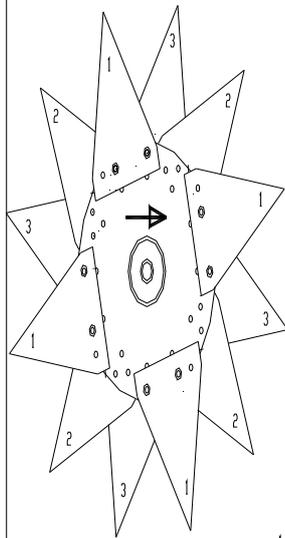

Fig. 4.
7. As lâminas do trator (fornecidas em padrão com a máquina) podem ser montadas no rotor, como mostra a Fig. 4. Na Fig. 4 quatro lâminas são fixadas uniformemente num disco. No próximo disco, as lâminas devem ser montadas com um desvio. Na Fig. 4 isto é indicado com um número nas lâminas. 1 significa o primeiro disco, e assim sucessivamente. Monte as lâminas exatamente da mesma maneira como na Fig. 4. Veja o capítulo 12 para mais informação sobre lâminas e montagem.